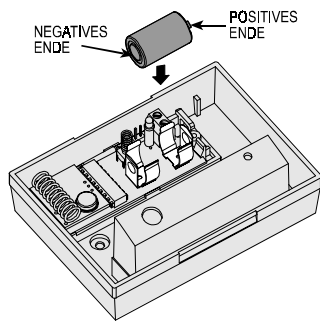

Abb. 7. Batterie einsetzen
D. Setzen Sie die Batterie in die Batterie-Klipps ein, wie in den Abb. 7 und 8 gezeigt. **Beachten Sie die Polarität!**